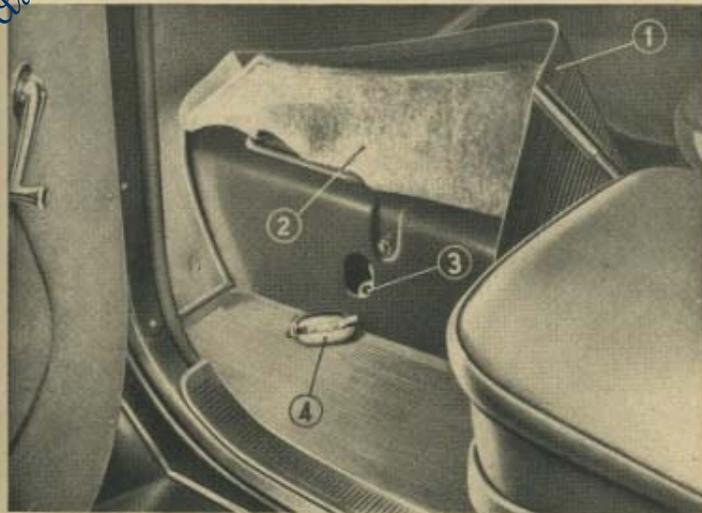

Fig. 26. - Lubrificazione del cambio di velocità.
Per introdurre l'olio nella scatola del cambio è necessario alzare la parte sinistra del tappeto della costola in cui è alloggiato l'albero di trasmissione, e togliere il coperchietto (4) che copre l'apertura dalla quale si accede al bocchettone di introduzione (vedi fig. 26).